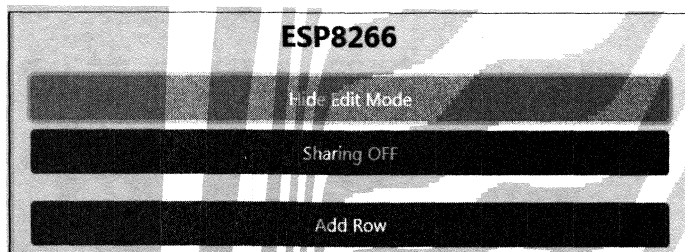

Рис. 4.3. Добавление новой строки для размещения элементов управления на приборной панели
1. Перейдите в режим редактирования (оранжевая кнопка **ShowEditMode**) и нажмите синюю кнопку **Add Row**, чтобы создать новую строку интерфейса для размещения элементов управления вашим устройством (рис. 4.3).